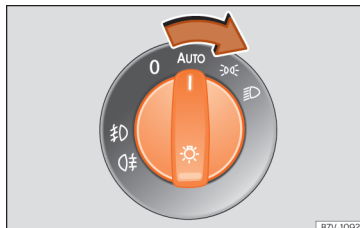

Abb. 114 Instrumententafel: Lichtschalter.
• Lichtschalter in die gewünschte Position drehen » Abb. 114.